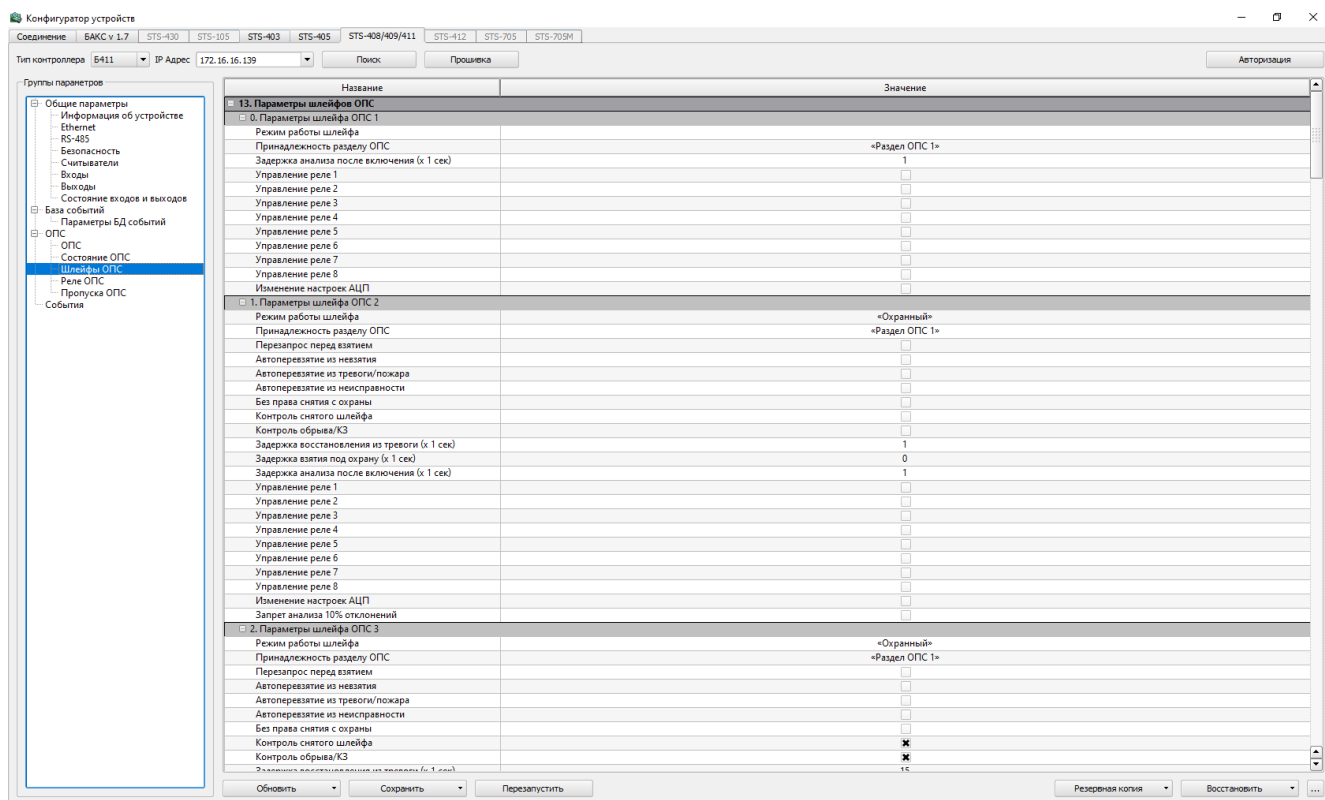

Рисунок 26 – Шлейфы ОПС
– Шлейфы ОПС – здесь отображаются параметры для каждого шлейфа, режим работы, параметры реле с возможностью настройки (рисунок 26).